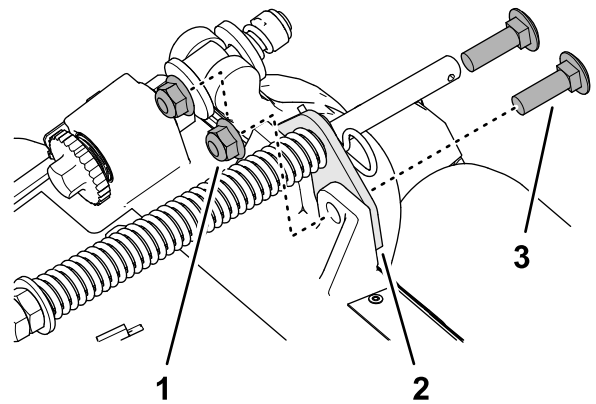

Bild 7
2. Entfernen Sie die beiden Sicherungsbundmuttern ($\frac{3}{8}$ ") und die beiden Schlossschrauben ($\frac{3}{8}$ " x $1\frac{1}{4}$ "), mit denen die Halterung des Rasenkompensierungsfeder am Rahmen des Mähwerks befestigt ist (**Bild 7**).